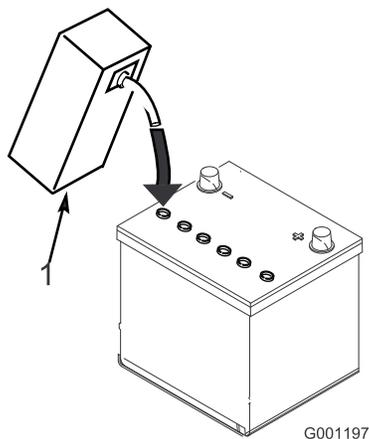

Figure 7
3. Versez de l'électrolyte avec précaution dans chaque élément jusqu'à ce que les plaques soient recouvertes par environ 6 mm de liquide (Figure 7).
- Attendez environ 20 à 30 minutes pour que les plaques aient le temps de s'imprégner d'électrolyte. Faites l'appoint au besoin pour que le niveau de liquide monte à 6 mm en dessous du creux de remplissage (Figure 7).